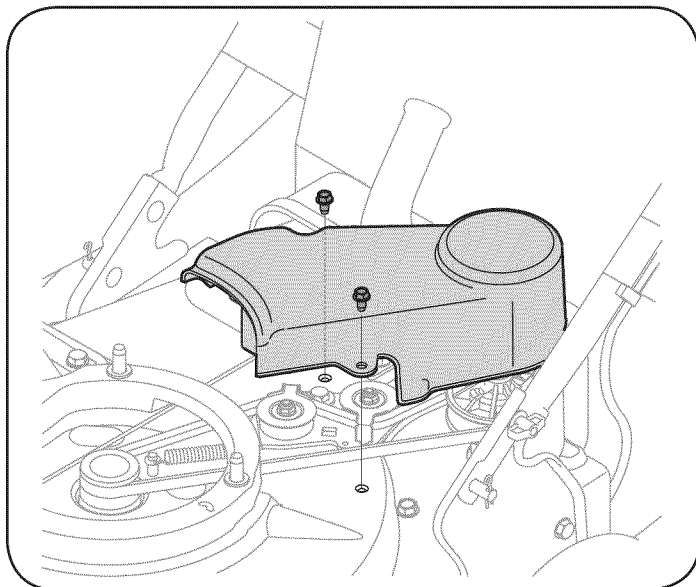

Figura 23
4. Retire los tres tornillos autosellantes que aseguran la tapa de la correa y extraiga la misma. Vea la Figura 23.